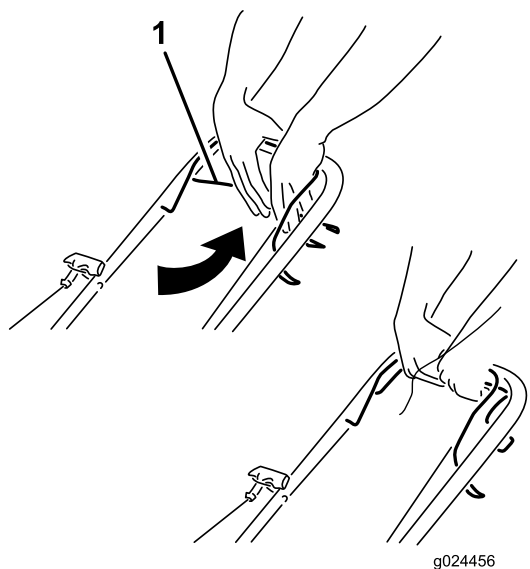

Figure 16
- **Pour engager l'autopropulsion :** serrez et maintenez la barre d'autopropulsion contre le guidon (Figure 16).